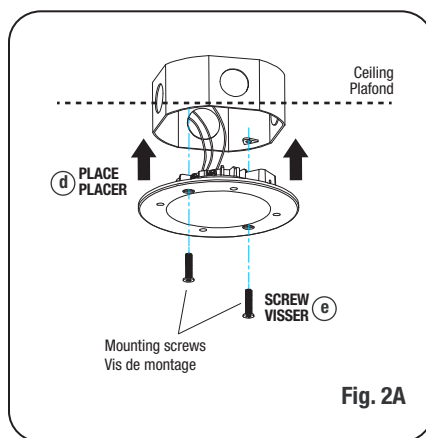

Fig. 2A
4. Place the luminaire on the ceiling recessed junction box (Fig. 2A step "d").
5. Install the luminaire on the junction box by tighten the two mounting screws (Fig. 2A, step "e").
4. Placer le luminaire sur la boîte de jonction encastrée au plafond (Fig. 2A étape "d").
5. Installer le luminaire sur la boîte de jonction en serrant les deux vis de montage (Fig. 2A étape "e").